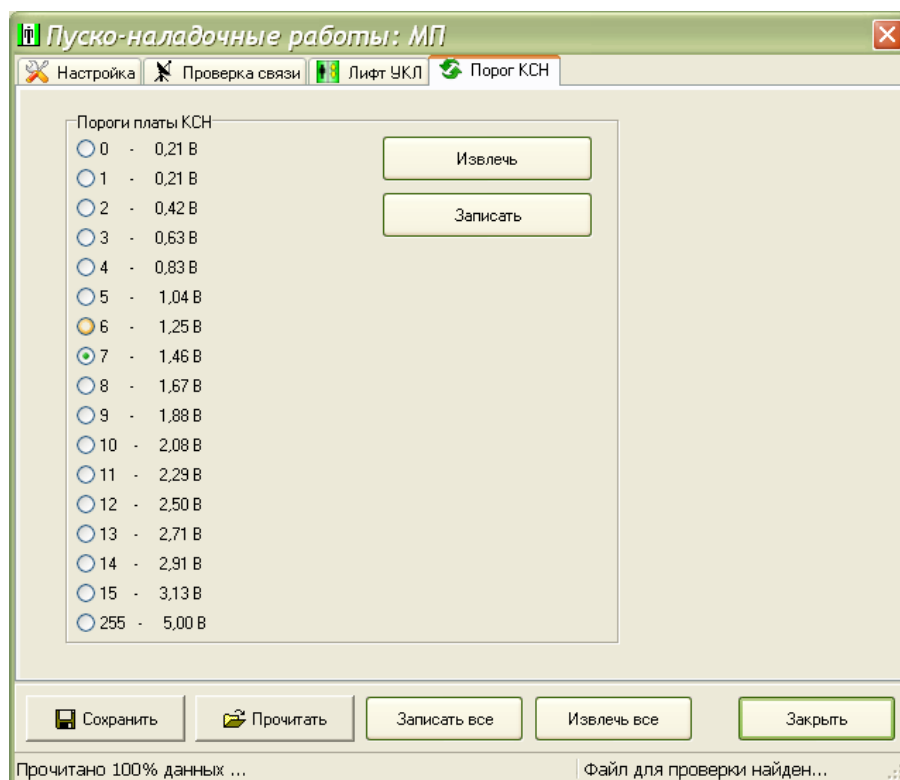

Рисунок 88
9) Аналогично подобрать порог приема КСН, установленного в блоках БДК-Л-3М2-УКЛ, БДК-Л-4М2-УКЛ (рисунок 88).